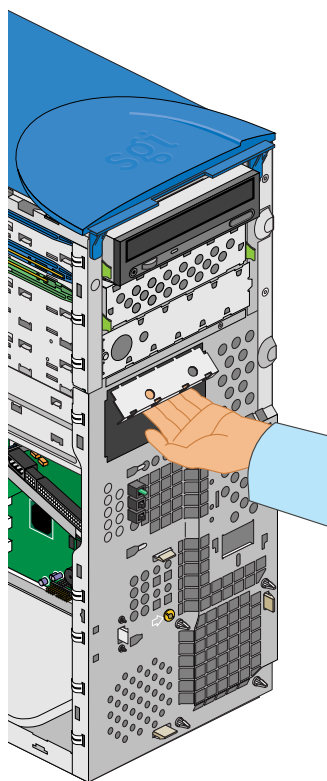

図 2-7 3.5 インチのドライブフィラープレートの取り外し
- フィラープレートの下側を持って引っ張ります。フィラープレート引っ張ることによって、本体から切断されます。その手順については、図 2-7 を参照してください。